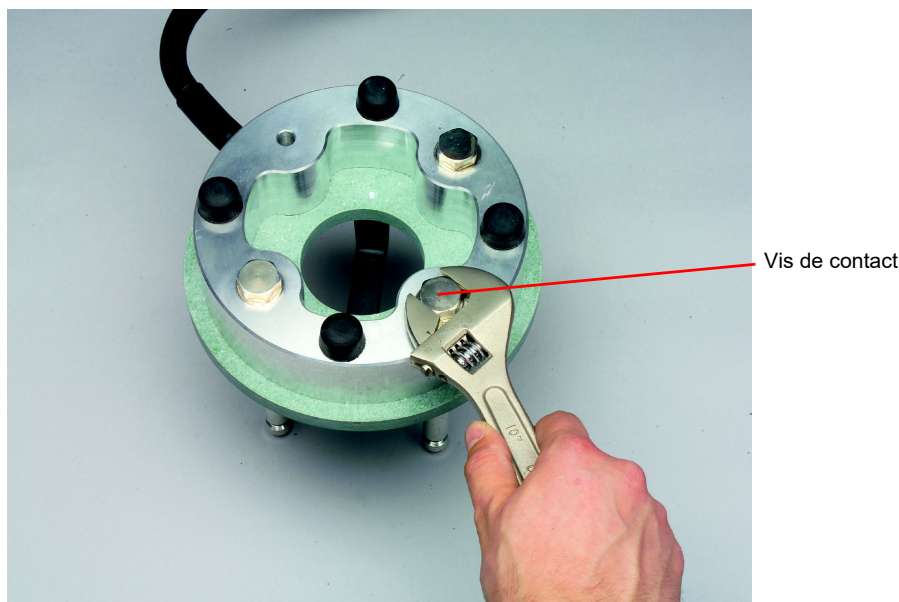

Figure 2-10: Ouverture de la chambre du limiteur de tension
2. Ouvrir la chambre du limiteur de tension à l'aide d'une clé de 22 mm, en retirant la vis de contact (voir la figure 2-10 ci-dessous).